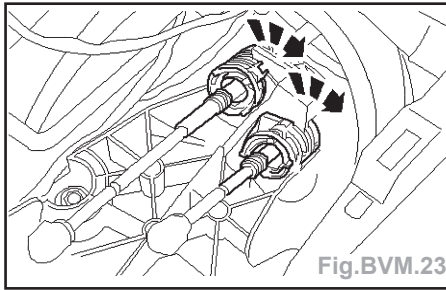

Fig.BVM.23
- Détacher les câbles de changement de vitesses de la patte de fixation (Fig.BVM.23). Pour cela, tourner les manchons de butée dans le sens des aiguilles d'une montre.